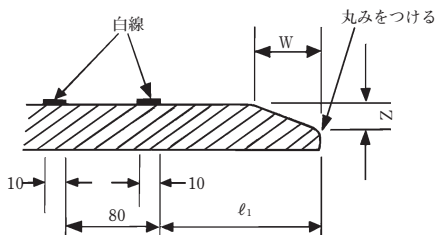

図13 面取りおよび白線表示
- (1) 切管した場合または他形式の挿し口とT形受口との接合の場合は、必ずテーパゲージなどを用いグラインダまたは加工機で図13・表6の形状寸法になるように挿し口の面取加工を行う。
切管した挿し口端面は、必ず図13および表6に示す面取りを行ってください。面取りが不十分な場合、ゴム輪を傷つけたり、接合できない場合があります。